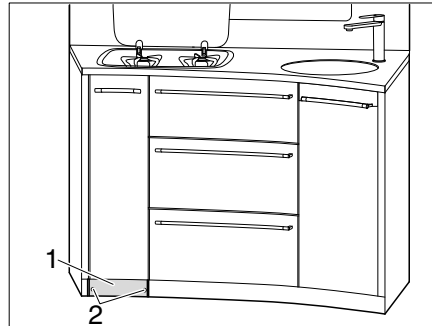

Fig. 131 Dévisser le socle
- Dévisser les 2 vis (Fig. 131,2) sur le socle (Fig. 131,1).
- Retirer le socle (Fig. 131,1).